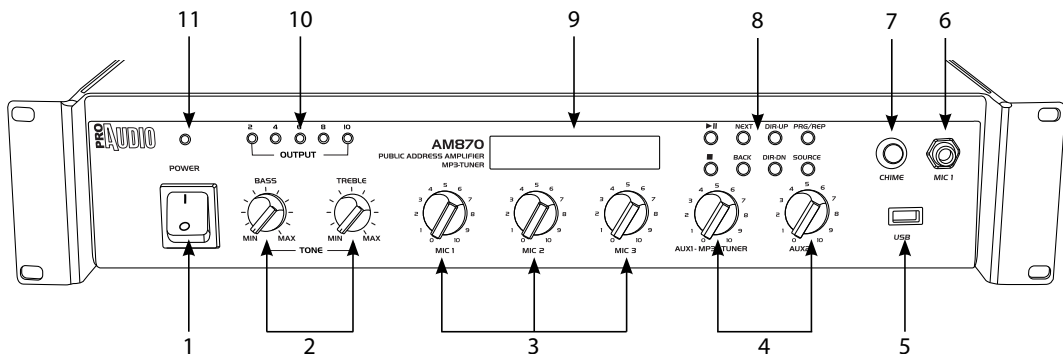

Fig.1
8. PULSANTI PER LA MODALITA' MP3/FM/AM: vedi tabella pag. 9 (fig 1)